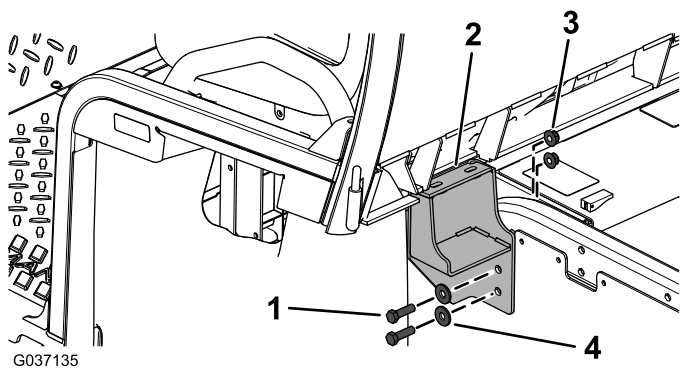

Figur 6
- Använd de nya stöden till golvplattan som mall och borra tre hål (9,5 mm i diameter) i varje golvplatta (Figur 6).
Viktigt: Borra endast de två främre hålen på de nya stöden till golvplattan samt det bakersta hålet enligt Figur 6.